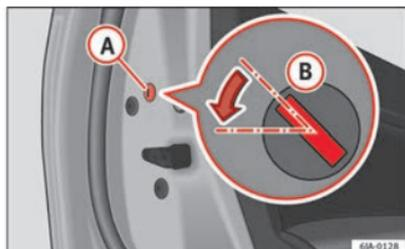

Fig. 4 Porte arrière : verrouillage d'urgence.
- Retirez le cache -- A » fig. 4.